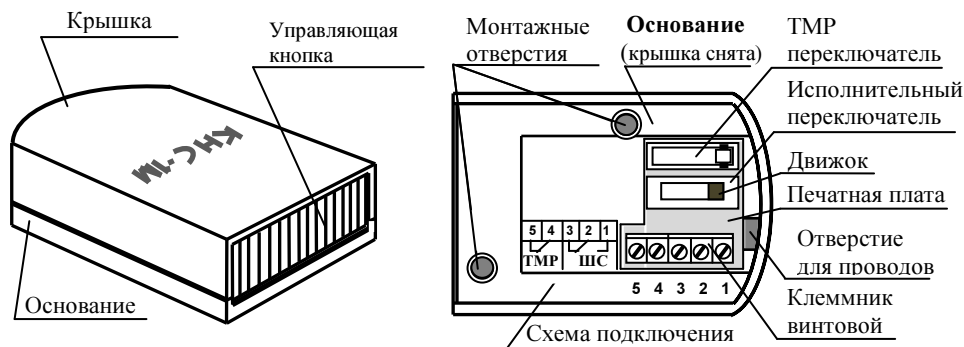
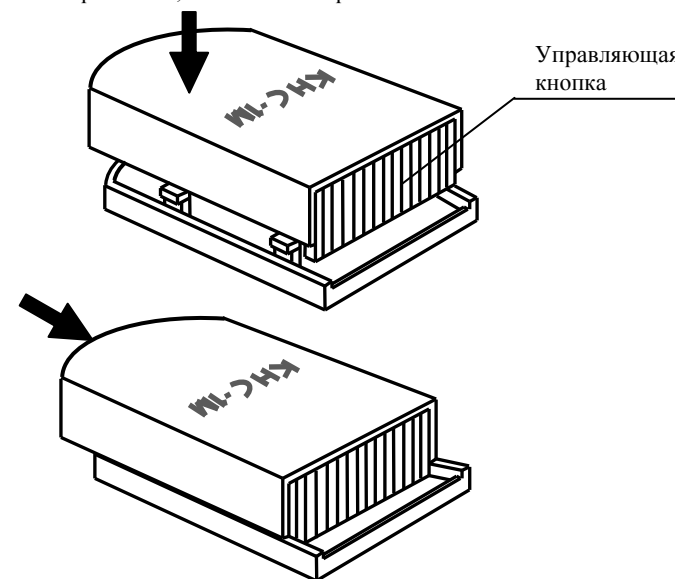

Рисунок 1
Рисунок 3
6.2.3 Пропустить провода через отверстия в основании извещателя (Рис.1,2) и подключить их к контактам клеммника винтового в соответствии со схемой подключения (Рис.1).
6.2.4 Закрепить основание на выбранном месте с помощью 2-х винтов (саморезов) из комплекта поставки через монтажные отверстия (Рис.1).
6.2.5 Установить крышку с управляющей кнопкой на основание в соответствии с Рис.3. При этом управляющая кнопка должна находиться в положении, показанном на Рис.3, а движок исполнительного переключателя – в положении, показанном на Рис.1. Далее нажать на крышку до щелчка в направлении, показанном стрелкой.